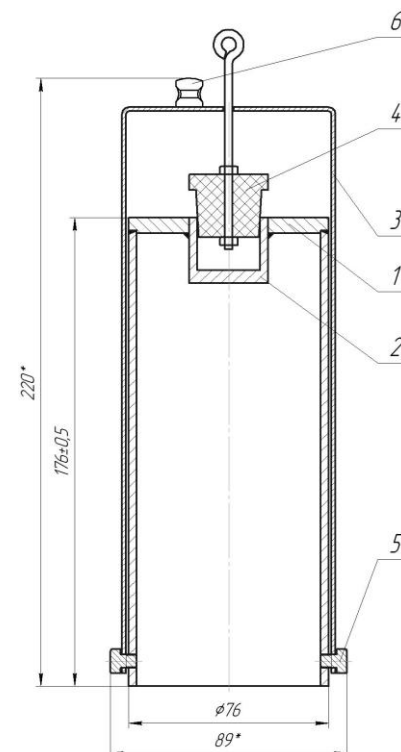

Рис.1 Пробоотборник ППН-500: 1 – корпус, 2 – глухое отверстие, 3 – рамка, 4 – пробка-фиксатор со штоком, 5 – винт установочный, 6 – бобышка.
- 5.1. Пробоотборники представляют собой сосуд из нержавеющей стали, стойкой к коррозионному воздействию веществ. В дне корпуса (Рис.1 Поз.1) находится посадочное глухое отверстие (Поз.2), закрываемое пробкой со штоком (Поз.4) для крепления многожильного металлического троса. Через пробку-фиксатор продет шток за который крепится нержавеющий трос. Для предотвращения потери пробоотборника на верхней части поворотной рамки имеется бобышка (Поз.6) для крепления троса. Разворот корпуса осуществляется на рамке (Поз.3), которая соединена с корпусом с помощью установочных винтов (Поз.5)